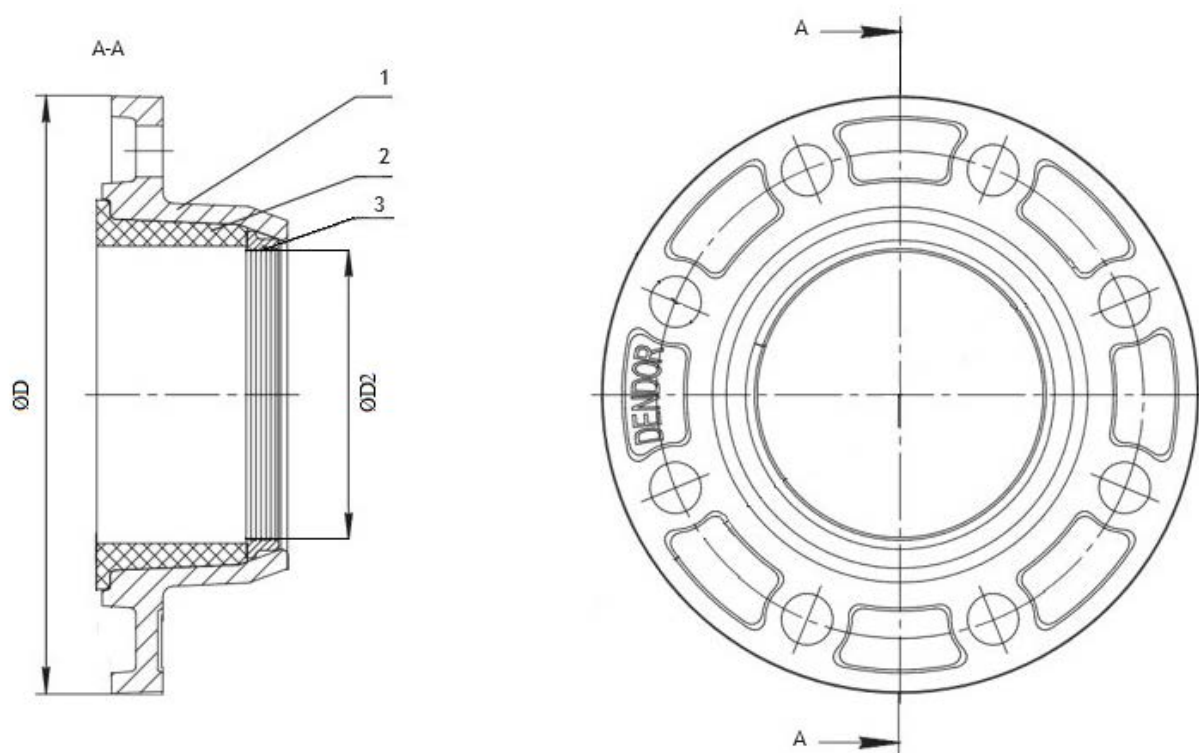

Рисунок 1. Фланцевый адаптер DN40-400
- 1) вставить трубопровод в муфтовую часть изделия, обеспечив плотность прилегания уплотнения 2 и фиксирующего кольца 3 (рис.1 приложения);